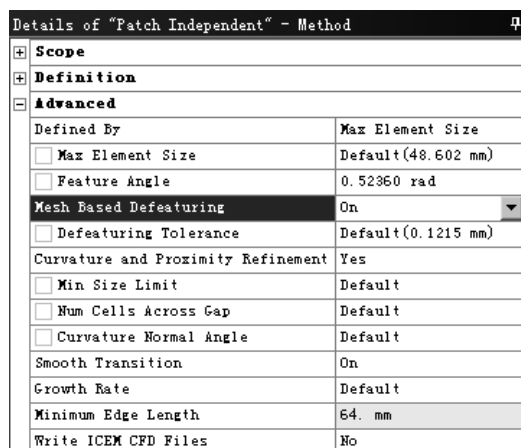

图 4.1.8 “Details of ‘Patch Independent’ -Method” 对话框（二）
- ◆ 选用独立分片算法的方法：主要操作与协调分片算法一样，另外，在图 4.1.8 所示的“Details of ‘Patch Independent’ -Method”对话框的 **Advanced** 区域还有清除网格特征的附加设置（**Mesh Based Defeaturing**）、基于曲率和相邻的细化设置（**Curvature and Proximity Refinement**）、平滑过渡选项（**Smooth Transition**）等；当在 **Mesh Based Defeaturing** 下拉列表中选择 **On** 时，在 **Defeaturing Tolerance** 文本框中输入清除特征容差，则清除容差范围内的小特征。该划分方法也可写出 ICEM CFD 文件（Write ICEM CFD Files）。